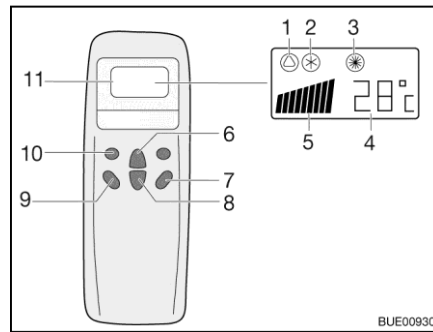
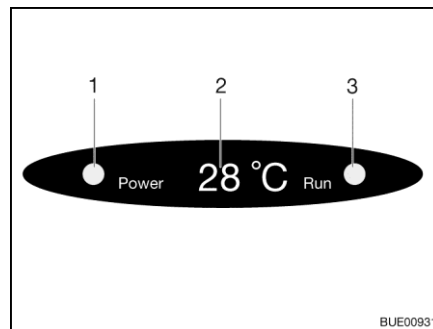

Fig. 231 Mando a distancia
Fig. 232 Indicación en el difusor
- Pulsar la tecla "ON/OFF" (Fig. 231,7).
- Pulsar la tecla "Mode" (Fig. 231,10) las veces que sean necesarias hasta que se visualice el modo de funcionamiento deseado (Fig. 231,1, 2 ó 3) en el display. La luz de control correspondiente en la indicación del difusor (Fig. 232,3) estará encendida.
- Ajustar la temperatura deseada con las teclas Aumentar temperatura (Fig. 231,6) o Reducir temperatura (Fig. 231,8).
- Seleccionar la etapa deseada del ventilador con la tecla Velocidad del ventilador (Fig. 231,9).